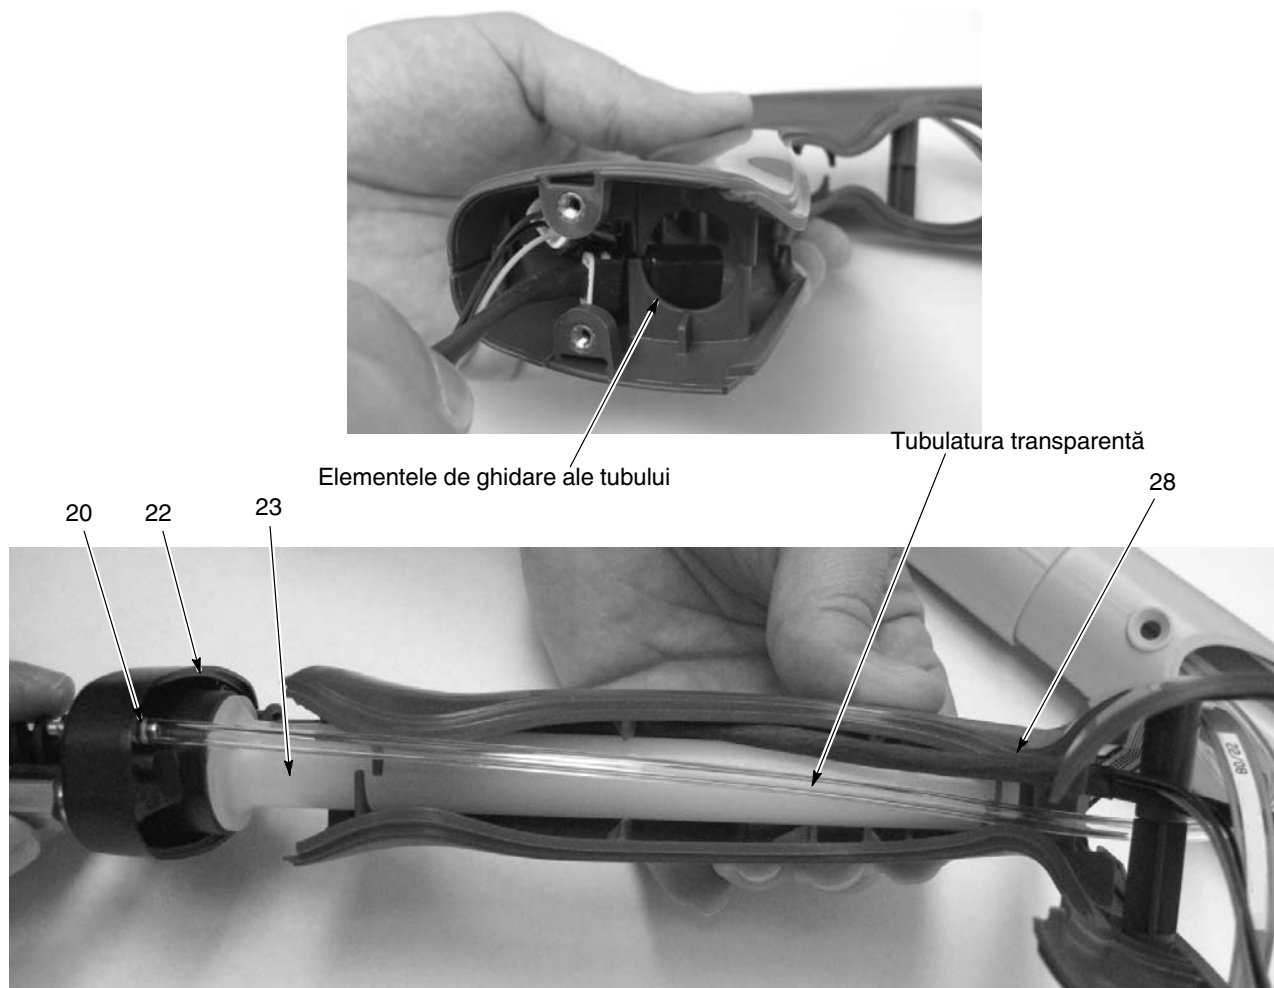

Figura 5-11 Mănerul de asamblare și baza
6. A se vedea Figura 5-11. Conectați conectorii cablului și firul de împământare la partea din față a mânerului, apoi introduceți tubul de admisie pe căile de ghidare ale acestuia spre ansamblul mânerului în timp ce se introduce cablul prin mâner conform celor ilustrate. Opriți-vă când baza se află la aprox. 1,5-2 inci de la baza ansamblului mânerului.